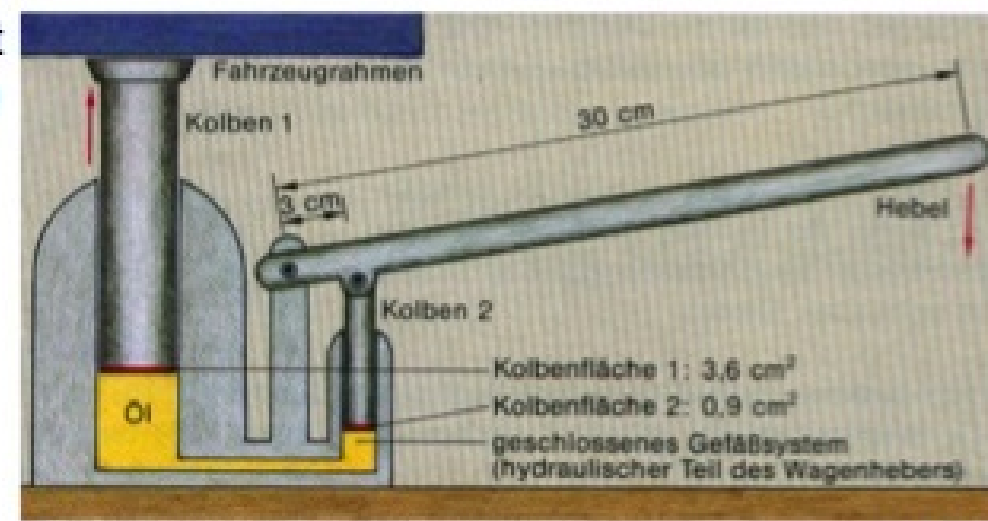
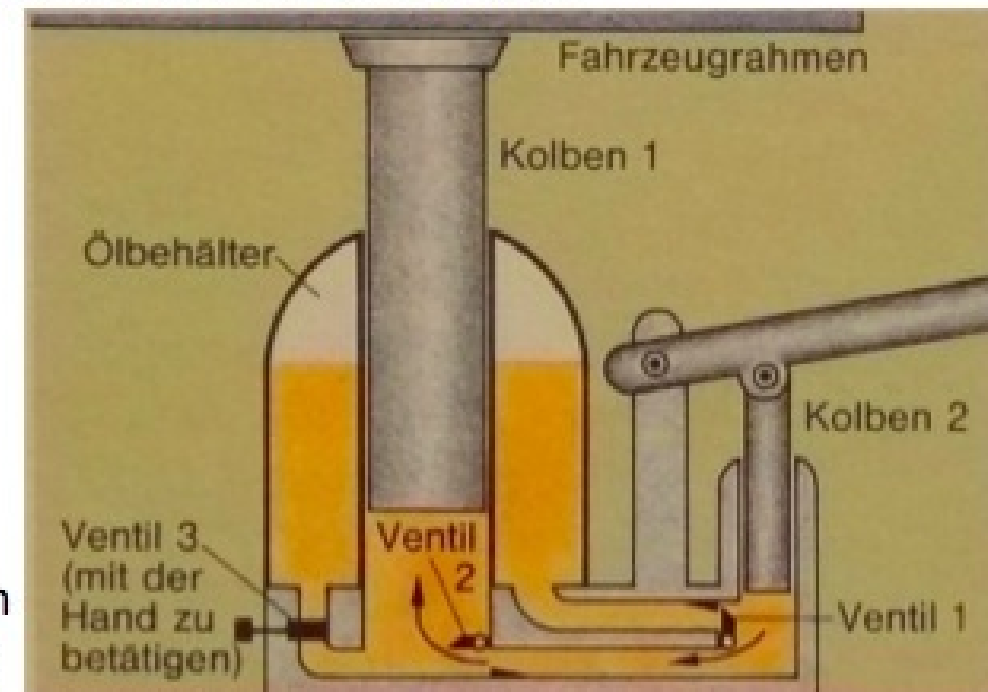

Bild 1
Bild 2
2. Der Wagenheber in Bild 1 ist vereinfacht dargestellt. Mit ihm könnte man ein Auto nur einige Millimeter anheben.
b) Beschreibe mit Hilfe von Bild 2, wie dieser Mangel beseitigt wird.
c) Der Wagenheber in Bild 2 benutzt zwei Kraftwandler: den Hebel, dessen Maße die gleichen wie in Bild 1 sind, und die Hydraulik.